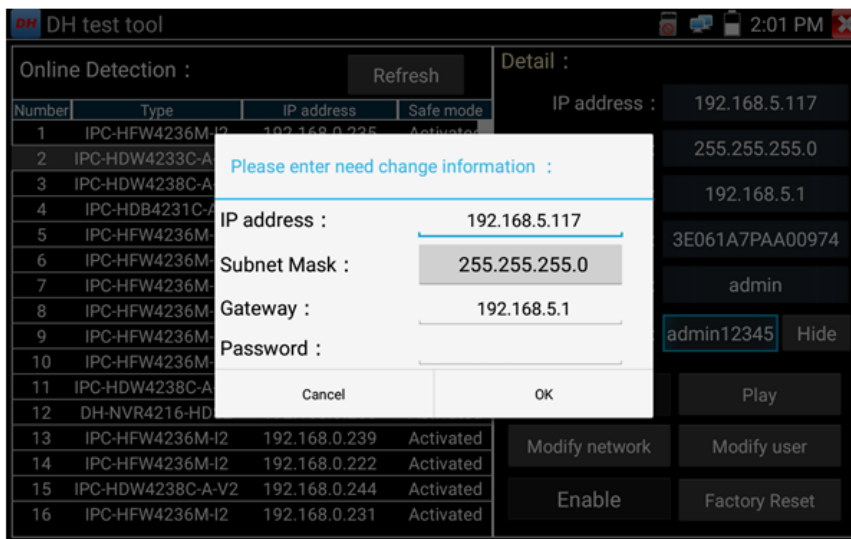

Рис. 119 Изменение сетевых настроек
- Для изменения сетевых параметров нажмите кнопку «Изменить сетевые параметры» (Modify network). Здесь можно задать IP адрес, маску подсети и шлюз, рис. 119